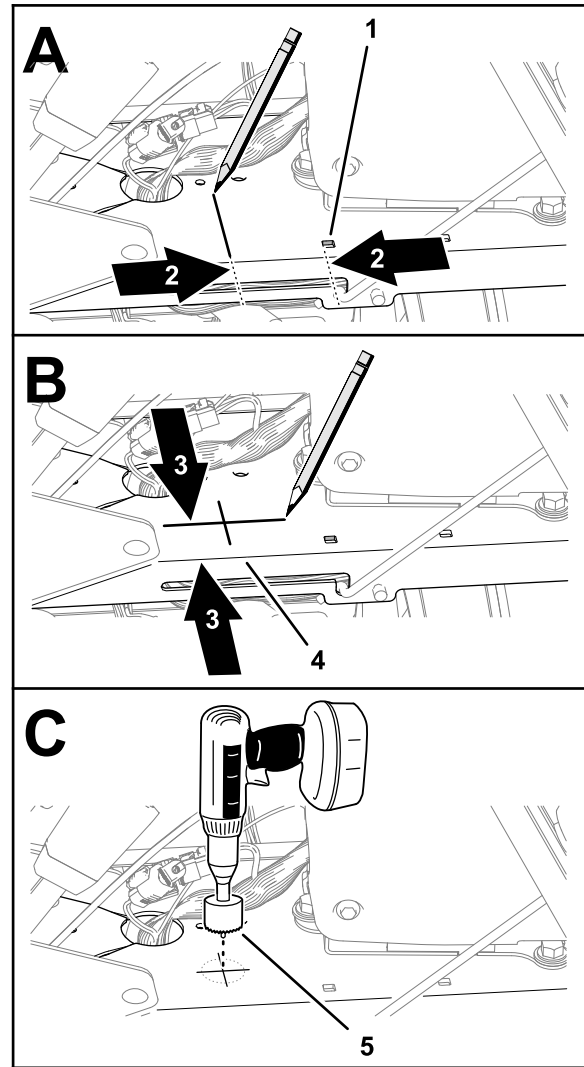

Figura 83
3. Mida 69 mm hacia atrás desde el orificio cuadrado situado cerca de la ranura de la varilla de sujeción de la base de la consola, y marque la base de la consola (Figura 83).
4. Mida 45 mm hacia dentro desde la pestaña ranurada de la base de la consola, y marque la base de la consola (Figura 83).
6. Perfore un orificio en la marca realizada en la base de la consola con una broca de 32 mm (Figura 83).